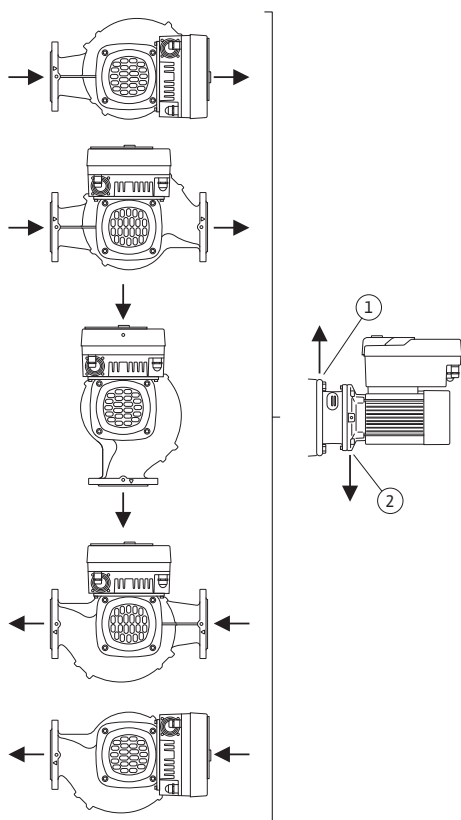

Fig. 8: Sallitut asennusasennot, vaakatasoinen moottoriakseli
Sallitut asennusasennot, kun moottoriakseli on vaakatasossa ja elektroniikkamoduuli ylöspäin (0°), on esitetty kuvassa Fig. 8.
Pumpun ilmaus voidaan taata optimaalisesti, kun ilmanpoistiventtiili on ylöspäin (Fig. 8, pos. 1).
Tässä asennossa (0°) voidaan syntyvä kondenssivesi johtaa tehokkaasti pois porattujen aukkojen, tiivistelaipan ja moottorin kautta (Fig. 8, pos. 2).